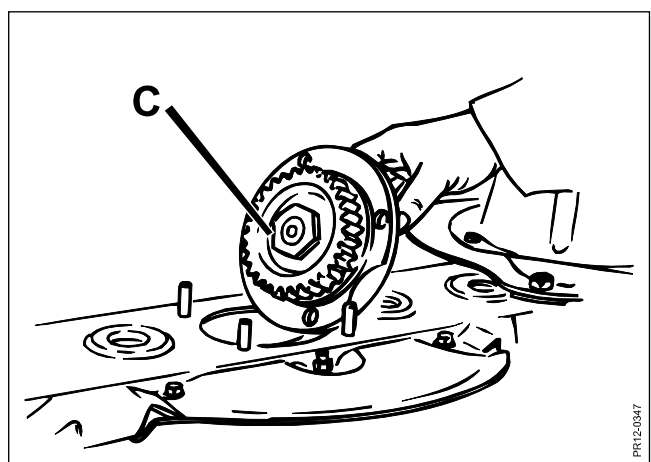

Fig. 6-10
- Fig. 6-10 Der anvendes en knivbjælke, hvor hver enkelt nav **C** under skiverne let lader sig udskifte fra oven af (Top Service bjælke).